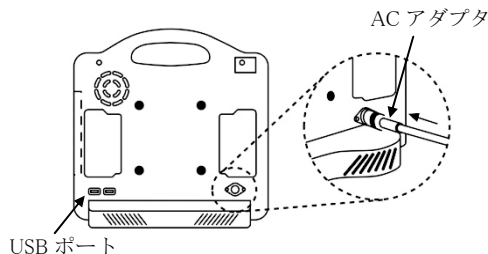

図 1
付属の AC アダプタを超音波スキャナ本体背面の AC アダプタ接続部に取り付け、電源接続コードのプラグを壁のコンセントに差し込む (図 1)。超音波スキャナ本体内蔵のバッテリーは自動的に充電される。
3) 画像保存に USB ケーブルを接続して使用する場合は、本体背面の USB ポートに接続する (図 1 参照)。
(4) 超音波スキャナ本体の電源 ON/OFF